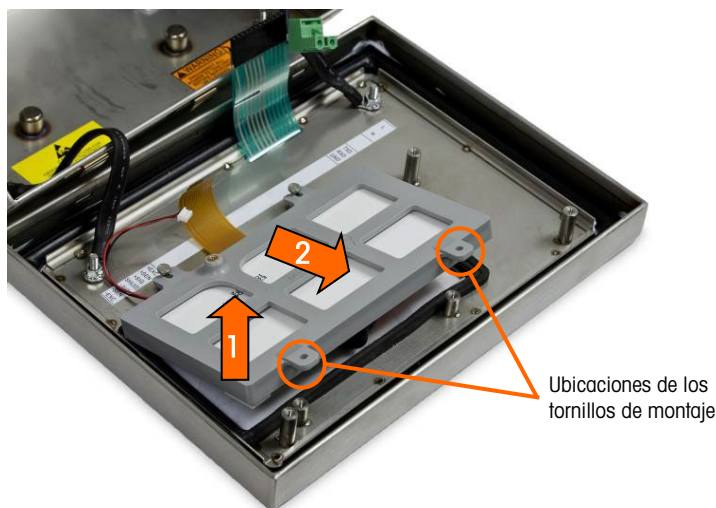

Figura 5-16: Tornillos de montaje del módulo de pantalla
1. Afloje y retire los dos tornillos que sujetan el módulo de pantalla a la caja. En la Figura 5-16 se identifican las posiciones de los tornillos.
3. Coloque el módulo de la pantalla LCD en el soporte con los arneses de la pantalla y luz de fondo orientados como se ilustra en la Figura 5-16.
6. Instale los dos tornillos que sujetan el módulo de pantalla a la caja. En la Figura 5-16 se identifican los tornillos.